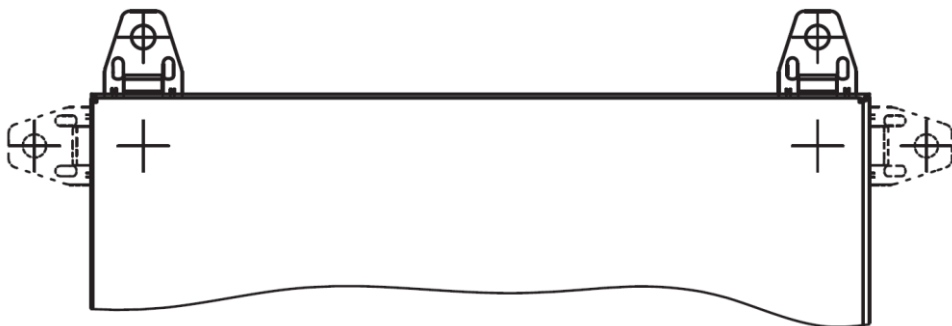

Рисунок 5 – пример установки кронштейнов
- При необходимости использования режима «VLAN» переведите переключатель «VLAN» во включенное положение. Для доступа к задней панели (см. рисунок 5) необходимо открутить 4 крепежных винта и извлечь коммутатор.